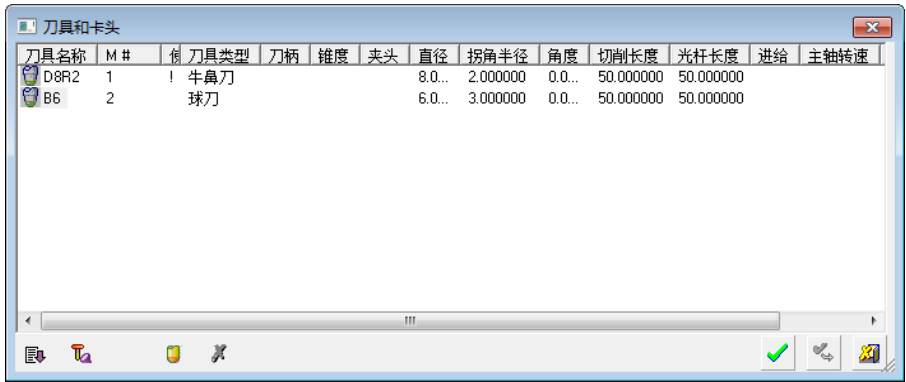

图 5-145 “刀具和卡头”对话框（3）
2) 选择刀具。单击“刀具和夹头”按钮，弹出“刀具和卡头”对话框（3），选择 B6 球刀，如图 5-145 所示。